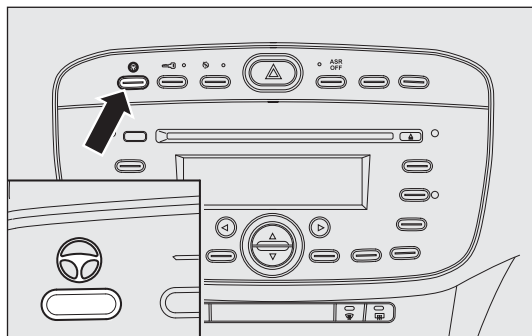

рис. 109
- освещение надписи CITY на кнопке после ее нажатия – рис. 109.